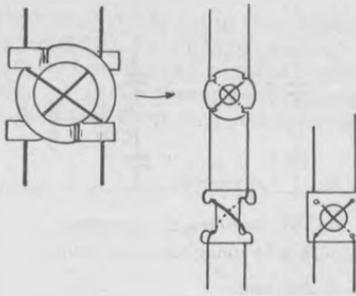

Fig. 34. — Transposition des fils par isolateurs spéciaux.
d) Si le doublet a un long feeder, on peut utiliser du fil ordinaire de lumière (rendu imperméable, s'il ne l'est déjà, par une couche de vernis ou encore par une ou deux couches de caoutchouc crêpe dissous dans la benzine. Les deux fils sont supportés par des isolateurs transposés qui inversent les positions des fils tous les 80 centimètres environ (fig. 34) ;